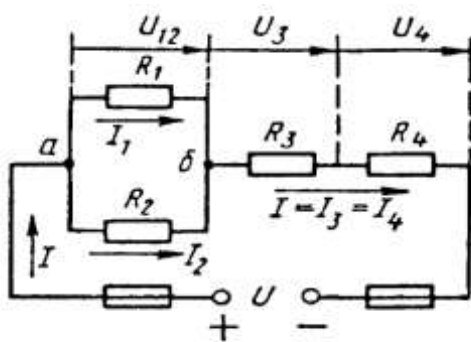

Рис. 1
Условие задачи. Цепь постоянного тока со смешанным соединением состоит из четырех резистором. Заданы схема цепи (рис. 1), значения сопротивлений резисторов:
2) обозначим токи I_1, I_2, I_3, I_4 на (рис. 1) стрелками и определим их значения из формулы мощности:
Формулировка закона: алгебраическая сумма токов в узловой точке равна нулю. Математическая запись для узла б схемы цепи рисунок 1:
В замкнутом контуре (рис. 1) приложенное напряжение U (аналогично ЭДС при внутреннем сопротивлении источника тока, равному нулю) и падения напряжения